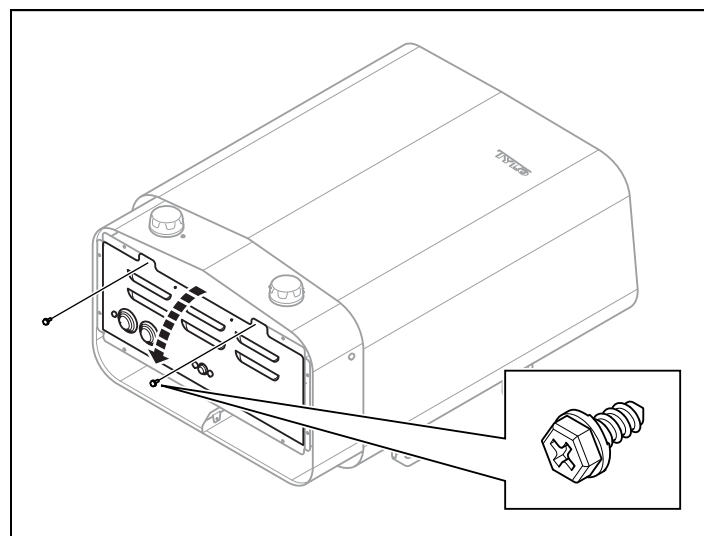

Рисунок 5: Откройте/закройте крышку
2. Ослабьте винты и откройте крышку (см. Рисунок 5, страница 18).
4. Закройте крышку и закрутите винты (см. Рисунок 5, страница 18).